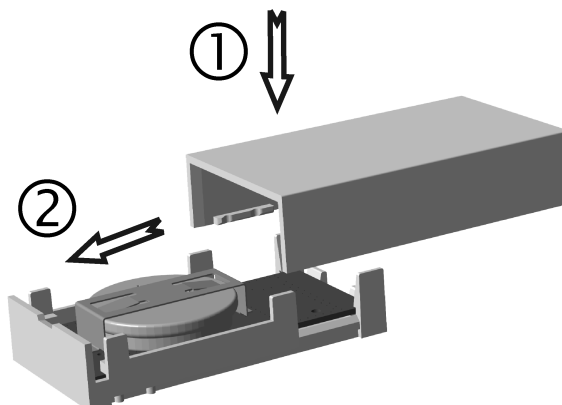

Bild 4: Gehäuse schließen
- Gehäusedeckel wieder aufsetzen und Gehäuse zusammenschieben bis es einrastet (Bild 4).